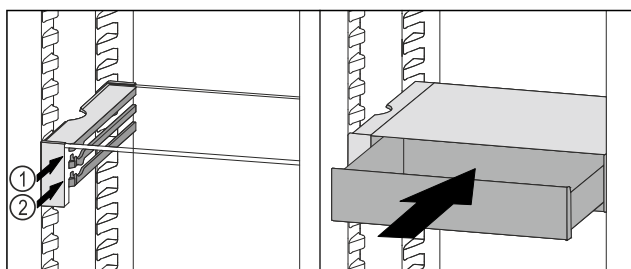

Fig. 102
- Założyć szufladę VarioSafe za stoperami na wybranych żebrach Fig. 102 (1) lub Fig. 102 (2).